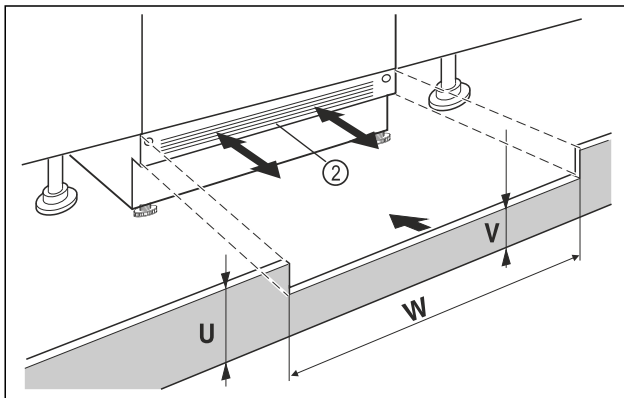

Fig. 88 Primjer izgleda
- ▶ Natakните masku podnožja uređaja Fig. 88 (2), ali je nemojte još pričvrstiti.
- ▶ Ako se maska podnožja Fig. 88 (2) vidi, izvucite je toliko prema naprijed da prednji rub ventilacijske rešetke i maske podnožja namještaja tvore ravninu.
- ▶ Ako je maska podnožja skrivena Fig. 88 (2), gurnite je posve prema otraga.
- ▶ Obratite pozornost na potpuno slobodne ventilacijske otvore: Po potrebi izrežite visinu maske podnožja namještaja Fig. 88 (U)!
- ▷ Uzduž širine niše Fig. 88 (W) prilagodite visinu poprečne lamele Fig. 88 (V) ispod maske podnožja uređaja Fig. 88 (2).